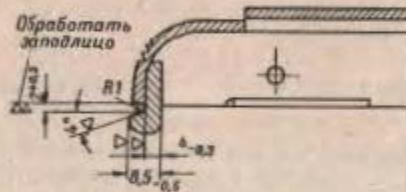

Рис. 22. Отработка запора пателки
(II) Наплавить ее изношенный зацеп защелки слой металла электродуговой сваркой электродом Э34-3, обработать по рис. 22 и пригнать по месту, см. раздел «Самооткрывание ствольной коробки», п. 1 (стр. 24).